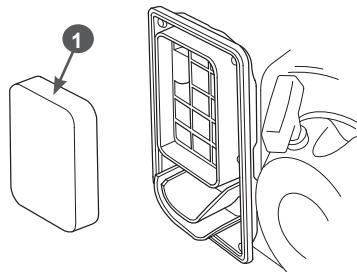

Рис. 9. Обслуживание воздушного фильтра
2. Извлеките из корпуса воздушного фильтра поролоновый фильтрующий элемент (Рис. 9).